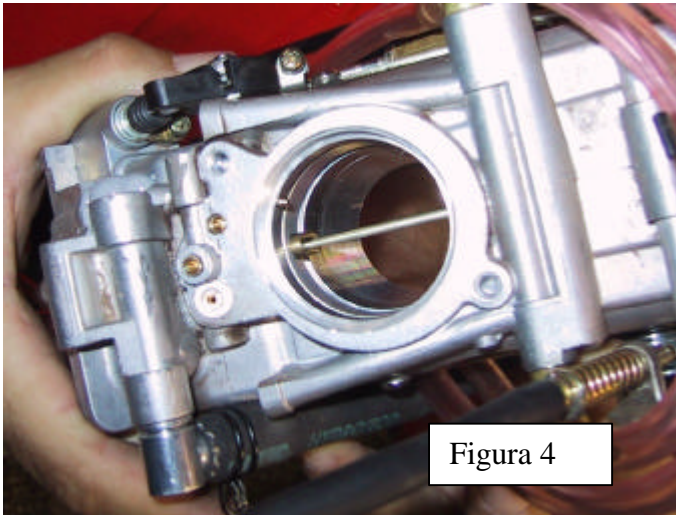

Figura 4
- d. Completare l'operazione battendo con estrema cautela il getto fino a fissarlo nella sua posizione originale (vedi *figura 4* e *figura 5*);